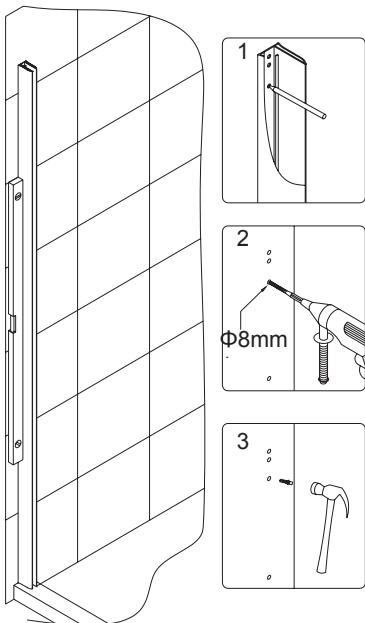

Рис. 1
- Совместите настенный профиль и стеклянную дверь (1), расположив их строго вертикально относительно стены. Наметьте и просверлите отверстия в стене, ориентируясь на монтажные отверстия в настенном профиле. Вставить анкер (12). См. рис. 1 для более подробной информации.